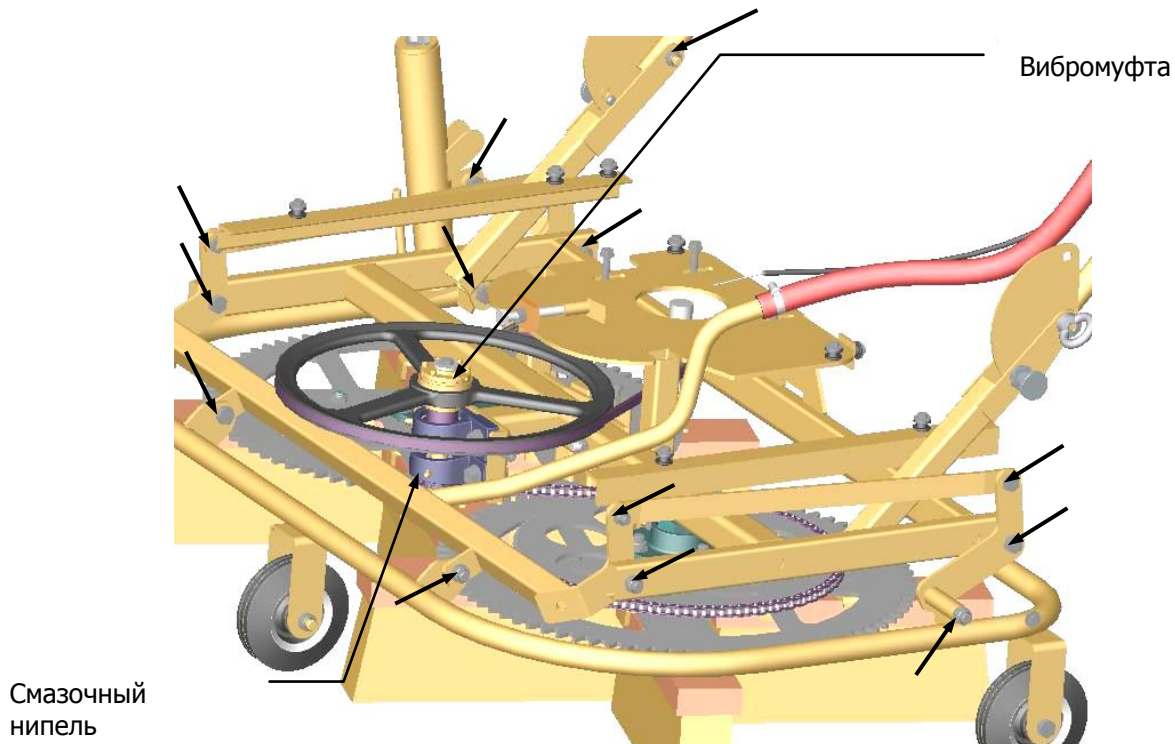

Рис. 2
- ! • Болты на подвижных элементах нельзя затягивать слишком сильно. (См. Рис. 2)**
Вибромуфта (см рис. 2) служит для защиты от перегрузки и ее необходимо проверять на предмет отсутствия повреждений и неисправностей (прокручивании муфты при нормальной работе). При прокручивании муфту необходимо подтягивать. Максимальный момент **max. 25 Nm** (Ruflex 011TF).